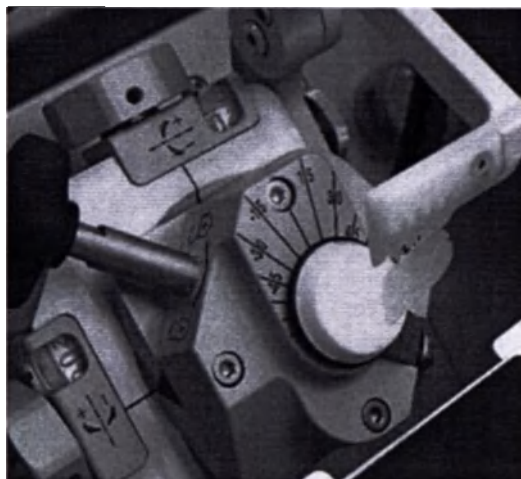
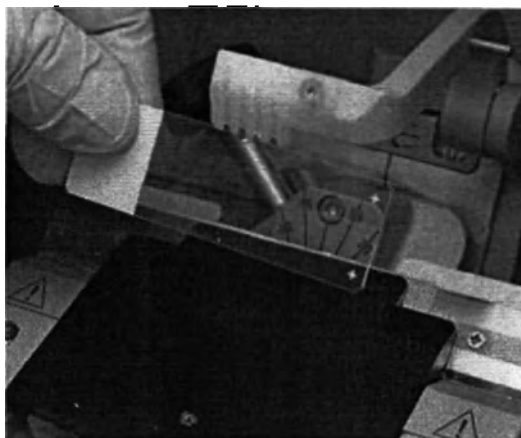

Рисунок 8.66
Рисунок 8.67
6. Лапка останется в поднятом положении (Рисунок 8.66), приподнимая срез до вертикального положения, чтобы расположить его на предметном стекле микроскопа (Рисунок 8.67).